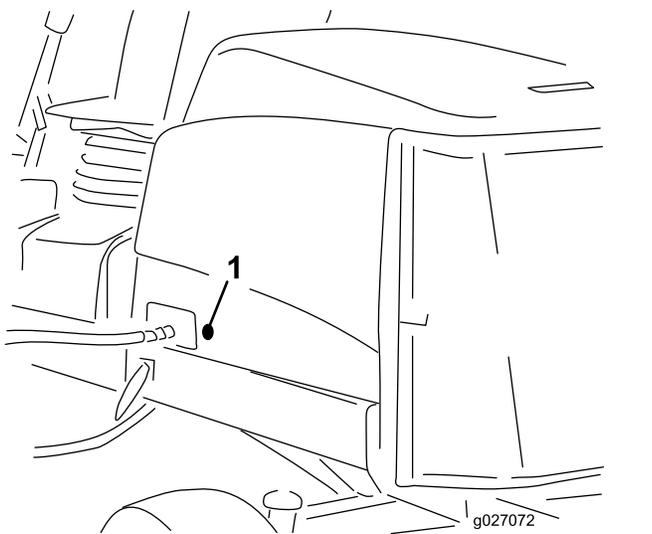

Рисунок 19
2. Извлеките резиновую втулку из отверстия с левой стороны капота (Рисунок 19).